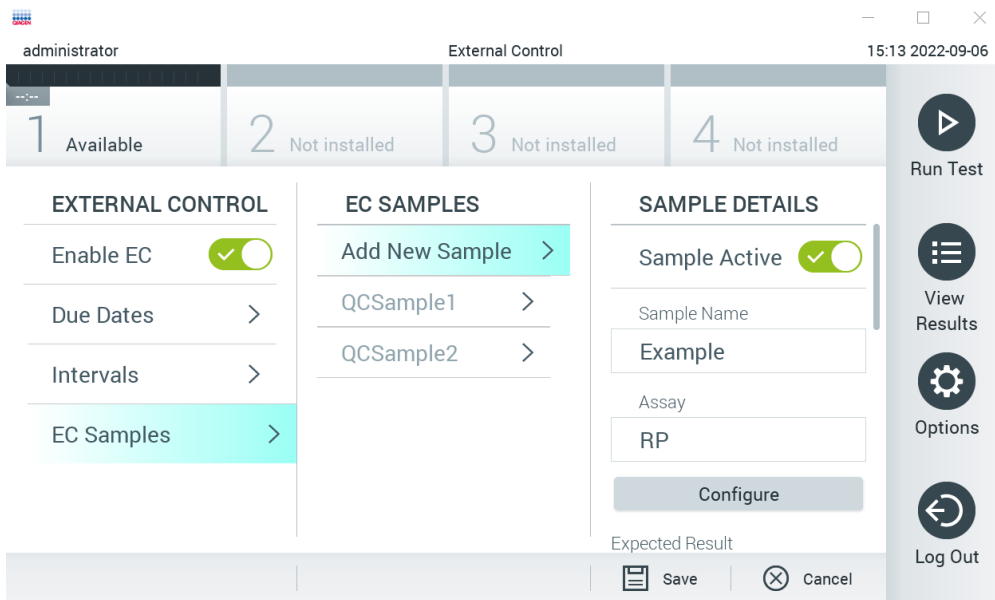
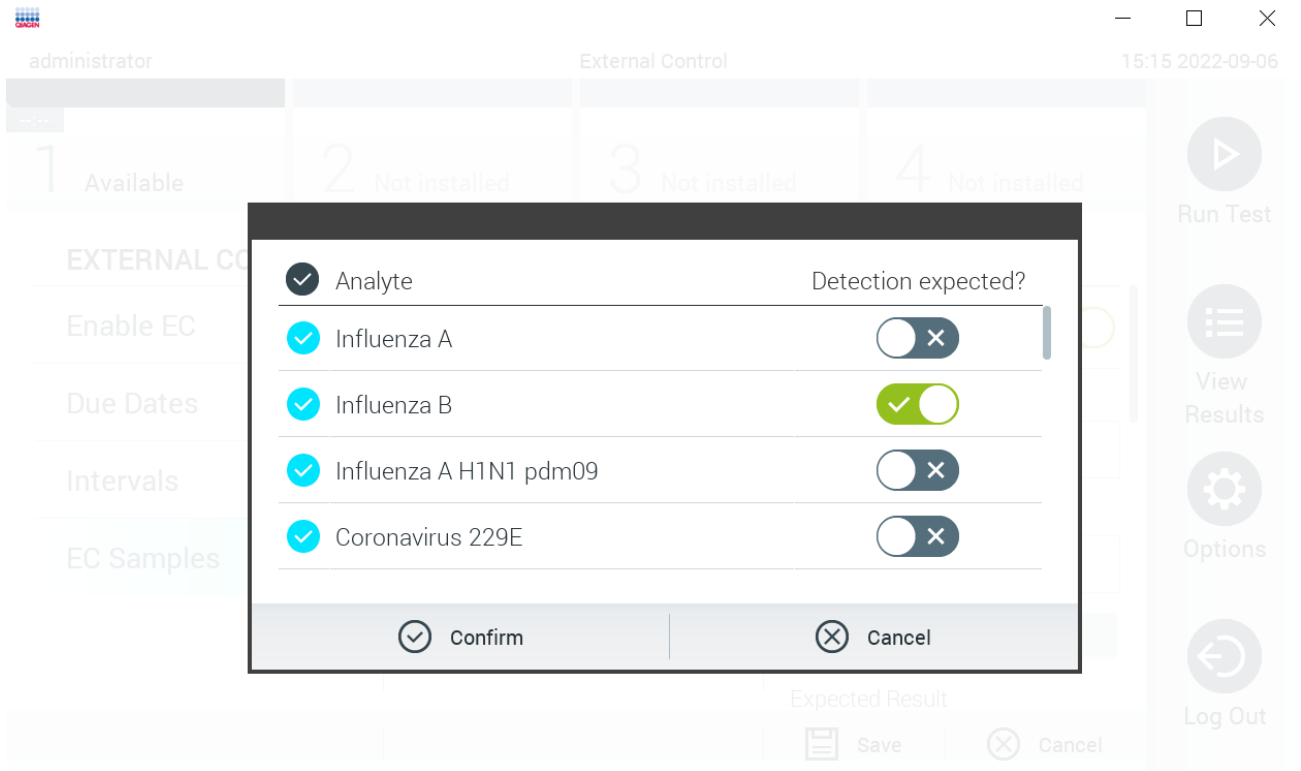

图 53. External Control EC Samples (外部对照品 EC 样本) 屏幕。
图 54. 外部对照品 EC 样本配置屏幕。
5. 选择 **EC Samples** (EC 样本), 以添加或编辑外部对照品测试中使用的样本。要添加一个新的 EC 样本, 请按下 **Add new Sample** (添加新样本), 然后继续进行右列中的配置 (图 53)。要编辑一个 EC 样本, 请从中间列中选择一个现有的样本, 并继续进行右列中的配置。
6. 选择 **Configure** (配置) 以编辑外部对照品测试中的分析物 (图 53)。在外部对照品 EC 样本配置中, 可以确定是否在外对照品 EC 运行中考虑某种分析物以及是否需要检测 (图 54)。